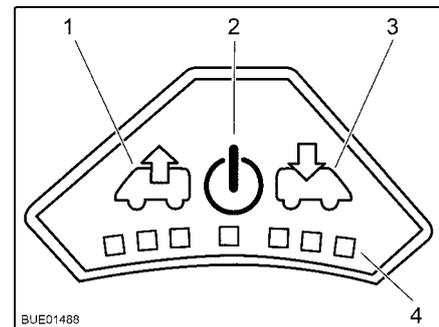

Bild 116 Bedienfeld des Ventilators
- Taste Ein/Aus (Bild 116,2) drücken. Der Ventilator läuft im Komfortmodus (Entlüften mit niedrigster Ventilatordrehzahl).
- Um die Ventilatordrehzahl zu erhöhen: Taste Entlüften (Bild 116,1) drücken. Die Ventilatordrehzahl in Entlüftungsrichtung nimmt um eine Stufe zu. LEDs (Bild 116,4) zeigen die Schaltstufen an.
- Um die Ventilatordrehzahl zu verringern: Taste Belüften (Bild 116,3) drücken. Die Ventilatordrehzahl nimmt um eine Stufe ab.
- Um die Ventilatordrehzahl zu erhöhen: Taste Belüften (Bild 116,3) drücken. Die Ventilatordrehzahl in Belüftungsrichtung nimmt um eine Stufe zu. LEDs (Bild 116,4) zeigen die Schaltstufen an.
- Um die Ventilatordrehzahl zu verringern: Taste Entlüften (Bild 116,1) drücken. Die Ventilatordrehzahl nimmt um eine Stufe ab.
- Taste Ein/Aus (Bild 116,2) drücken. Der Ventilator stoppt, die LEDs erlöschen.